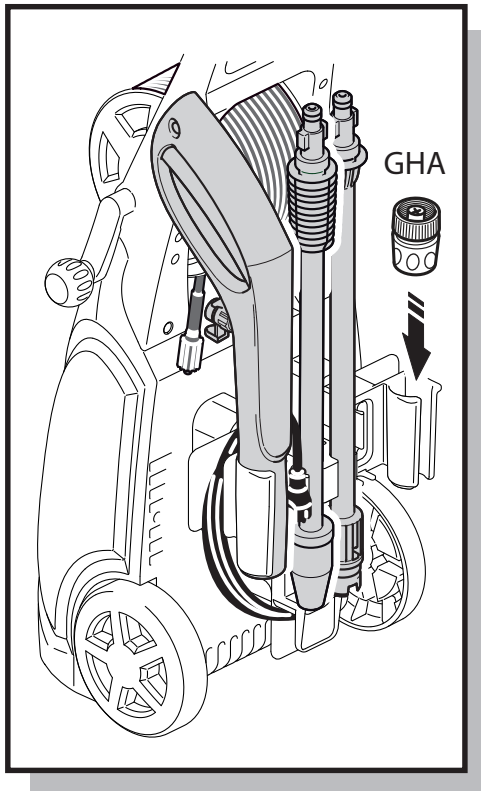

Fig. 3
- Consulte (Fig. 3) para las ubicaciones de almacenamiento de los accesorios en el soporte para accesorios.